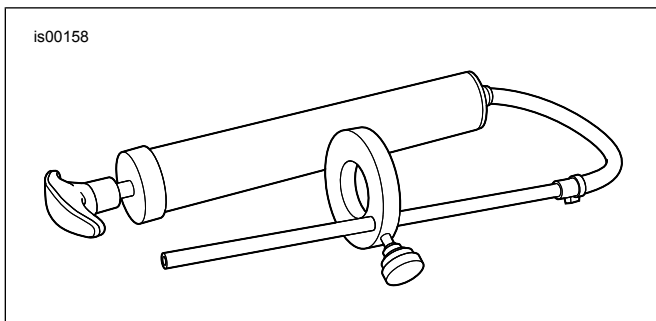

Figure 2. Jauge de niveau d'huile de fourche avant (HD-59000B)
- a. Voir Figure 2. Prendre la jauge de niveau d'huile de fourche avant (no de pièce HD-59000B).